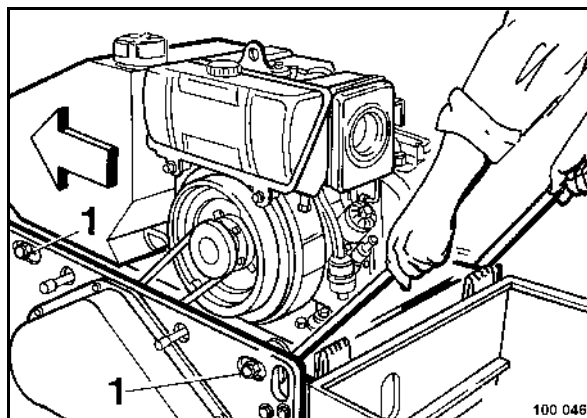

fig. 70
- Desserrer toutes les 4 vis de fixation 1 (fig. 70) du cadre.
- Introduire deux démonte-pneus entre les tampons en caoutchouc et le cadre puis pousser le haut de la machine vers l'arrière (fig. 70), afin de soulager la courroie.